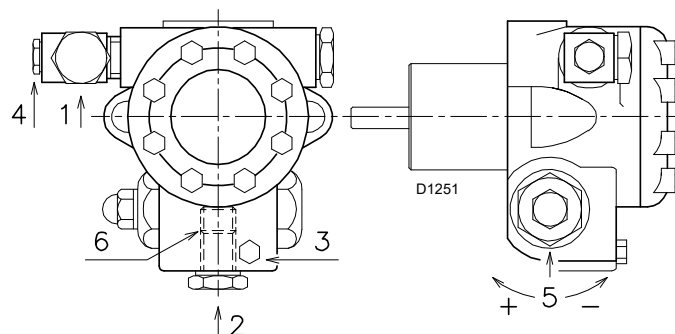

Рис. 21
- Когда дизельное топливо начнет выходить из винта 3)(Рис. 21), насос включен. Остановите горелку, устанавливая переключатель 1)(A) в положении OFF (ВЫКЛ) и затягивая винт 3).